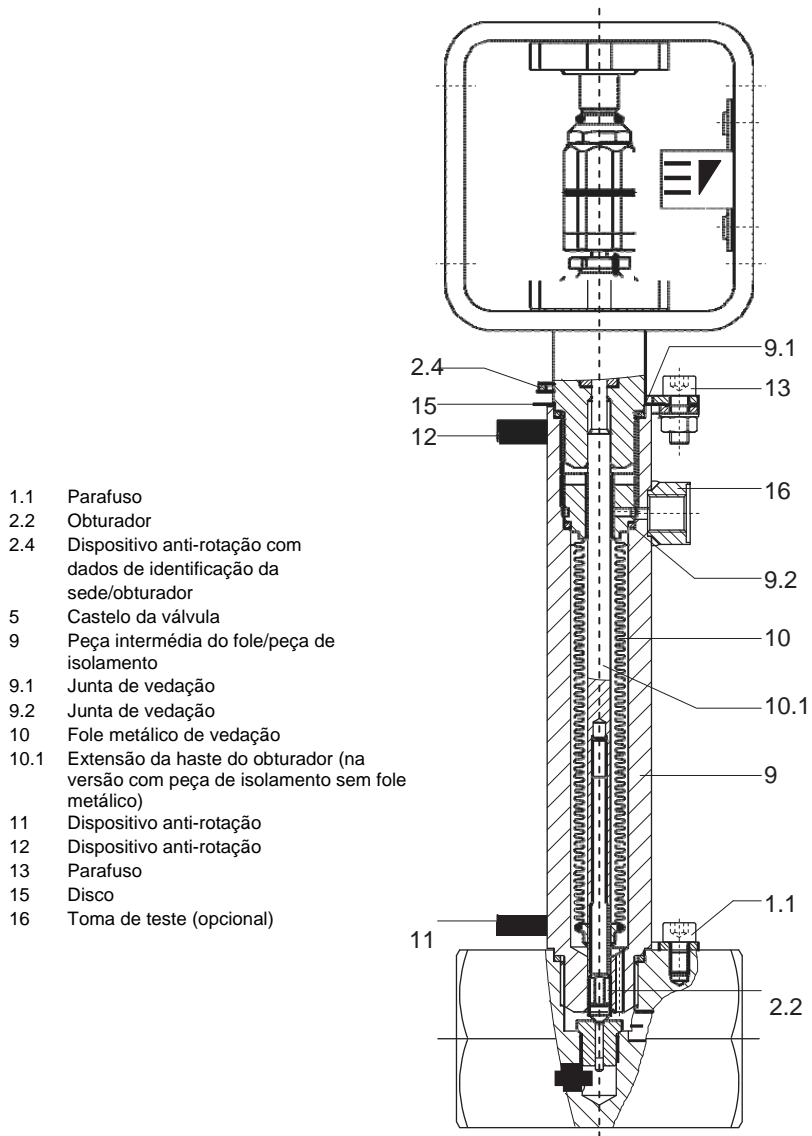

Fig. 6 - Versão com fole metálico
2. Desaperte a porca de anel (5.2). Remova o atuador (8) com a arcada (6) da válvula, rodando a porca de anel (5.2), de modo a que a ranhura aponte para a escala do indicador de curso (6.1).
3. Retire as porcas (3). Remova a manga da peça de acoplamento (7.2) da haste do obturador.
4. Remova o parafuso (1.1) e o dispositivo anti-rotação (2.4). Desaperte o castelo da válvula (5) do corpo da válvula.
5. Desaperte a porca de empanque (5.1). Puxe a haste do obturador com o obturador (2.2) para fora do castelo da válvula (5).
**Para versões com fole de vedação ou peça de isolamento**, separe o castelo da válvula e a peça intermédia de fole/peça de isolamento (9). A extensão da haste do obturador (10.1, Fig. 6) permanece fixa no castelo de extensão.
6. Remova as anilhas (4.1) e os anéis do empanque (4) da caixa do empanque utilizando uma ferramenta adequada. Certifique-se que não danifica